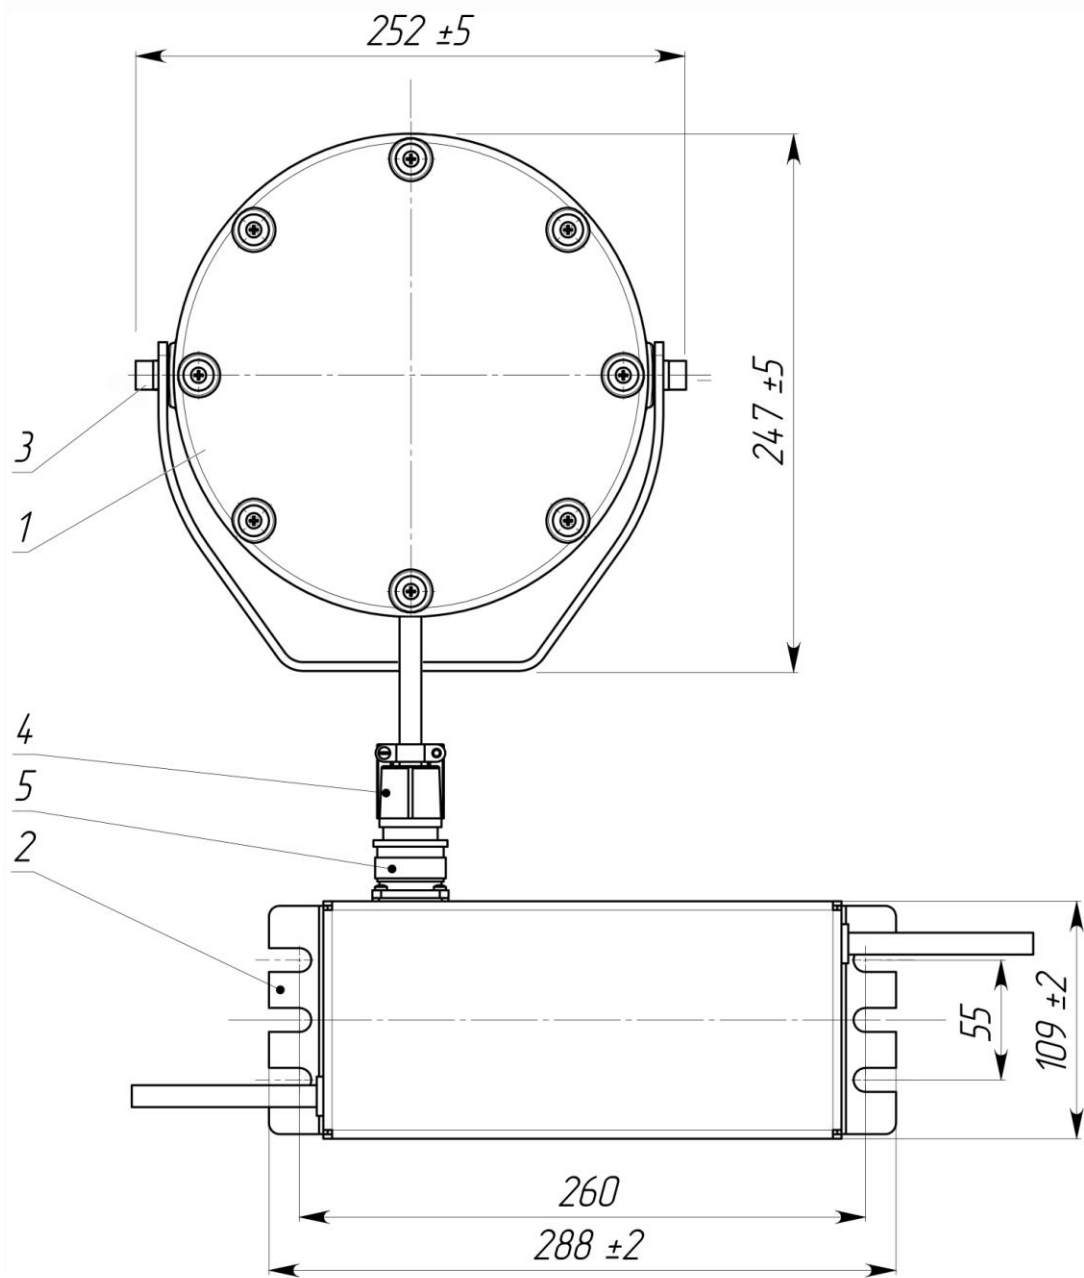

Рис.1
2.1. Прожекторы GALAD Аврора LED-32 М РС (рис.1) со светодиодными модулями предназначены для архитектурного освещения.
- 5.1. Установить оптическую часть прожектора (поз.1 см. рис.1), закрепив скобу тремя болтами М8.
- 5.4. Соединить разъемы оптической части (поз.4) и блока питания (поз.5 см. рис.1).